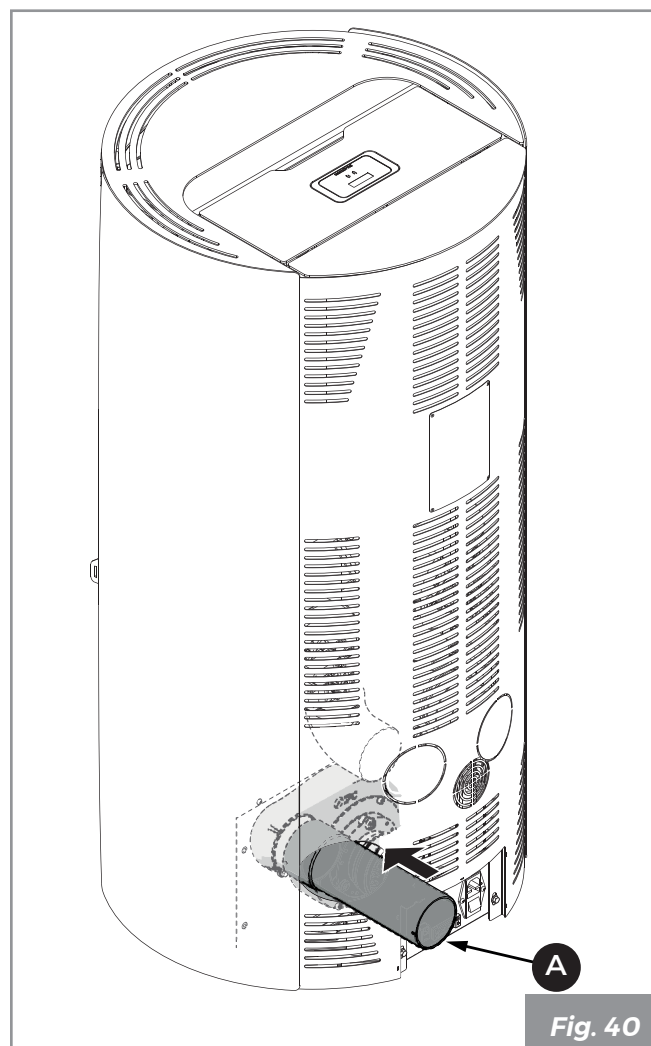

Fig. 40
- Raccorder le tube d'évacuation de la fumée (A) (Fig. 40).